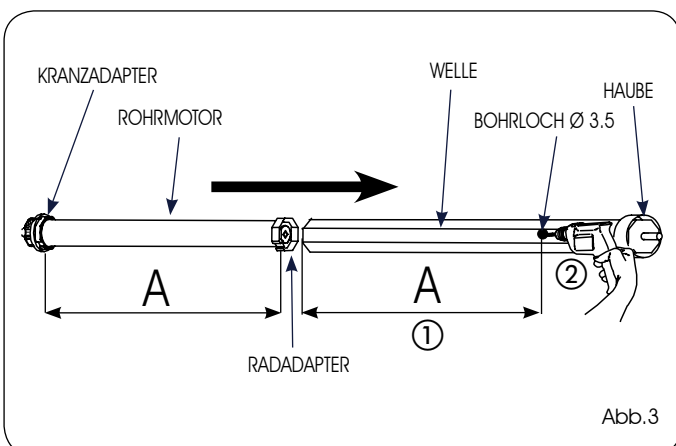

Abb.3
- 1) Mit einem Bohrer  $\varnothing 3$  mm ein Bohrloch auf der Welle (Abb.3, Bez.②) im Abstand A (Abb.3, Bez. ①) bohren und hierzu Bezug auf die Tabelle 1 nehmen.